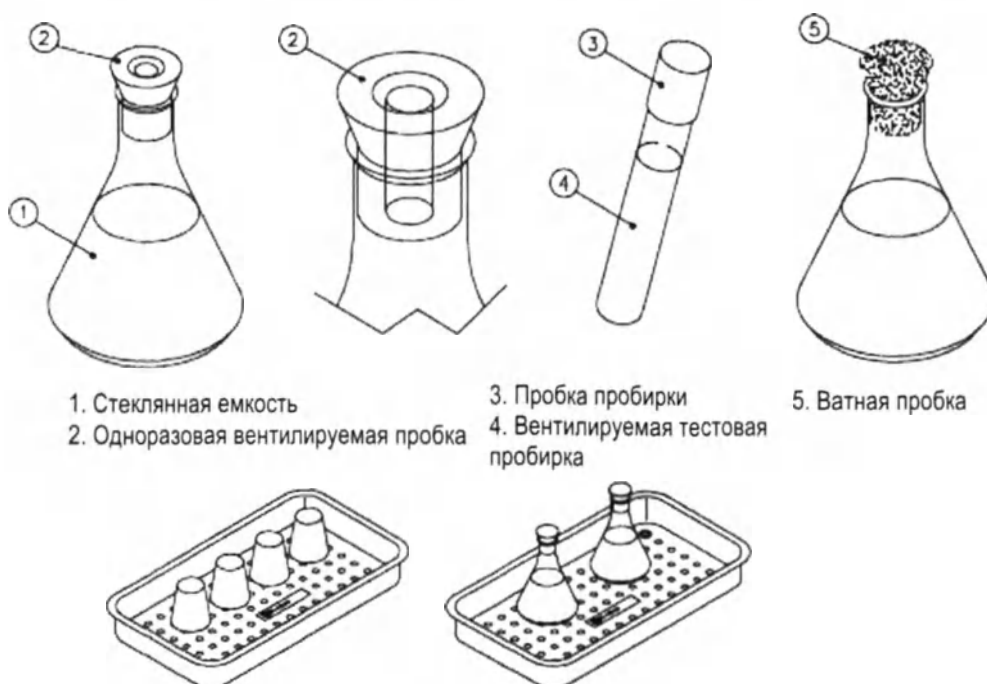

Рис. 18: Загрузка жидких материалов
2) Загрузить в камеру жидкости, как показано на Рис. 18, закрыть и заблокировать дверь.